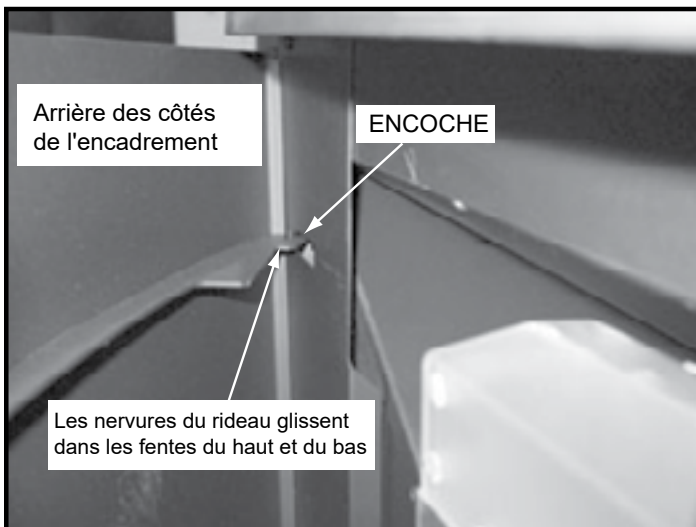
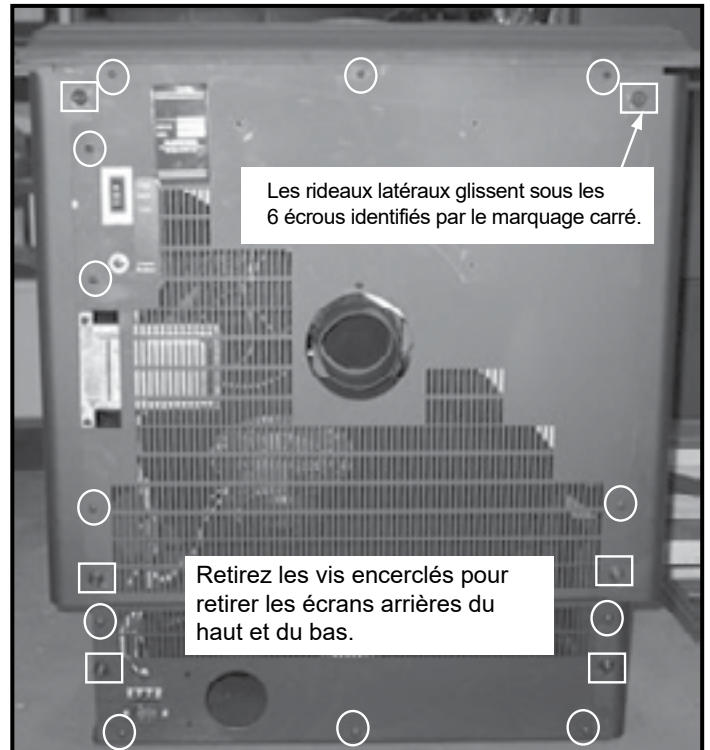

Figure 25.1
Figure 25.3
- Retirez les écrans verticaux latéraux de droite en haut et en bas en desserrant un écrou de 7/16 pouces à l'arrière et retirez-les de l'appareil. Pour remettre en place l'écran vertical, incurvez-le pour le fixer (**Figure 25.1**).
- Retirez les rideaux latéraux du haut et du bas (**Figure 25.1**). Retirez les rideaux arrière du haut et du bas (**Figure 25.3**).